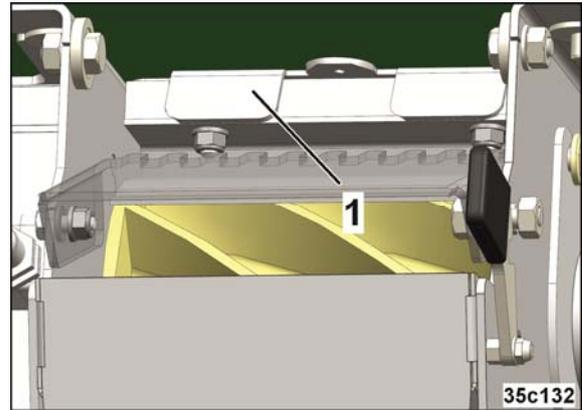

Fig. 70
2. Den Schieber (Fig. 70/1) schließen, wenn nur der Dosierer und nicht der Frontbehälter entleert werden soll
9. Den Schieber (Fig. 70/1) aus dem Dosierer herausziehen (siehe Kap. „Dosierwalze aus- / einbauen“, Seite 68) und mit einem Klappstecker sichern.